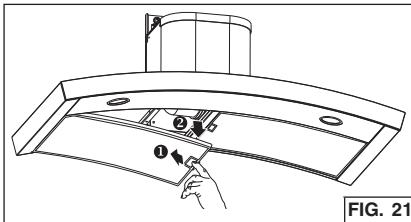

FIG. 21
- Pour retirer le filtre à GRAISSE, tirez la languette de blocage vers le bas pour dégager le filtre de la hotte. Inclinez le filtre vers le bas et retirez-le. Fig. 21.
- Pour installer le filtre à GRAISSE, alignez les languettes arrière du filtre avec les fentes de la hotte. Tirez la languette de blocage vers le bas et enfoncez le filtre à sa position, puis relâchez. Au terme de l'installation, assurez-vous que le filtre est bien engagé. Fig. 21.